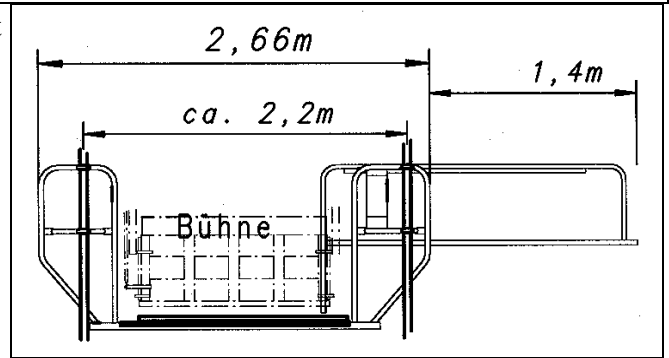

Fig. 32 Feste av etasjeutstyret
- Plugg fast veggholderen (1) på veggen slik at overkanten av det øverste røret ligger ca. 1,05 m over bakkenivået. (Vannrett avstand se Fig.32)